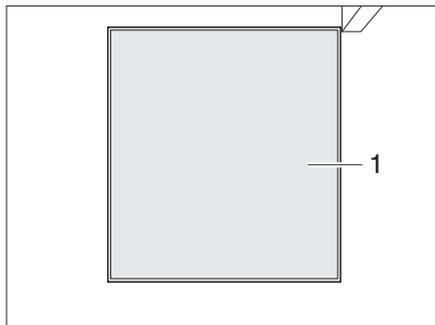

Bild 263 Zugang Fäkalientank, geschlossen
- Wenn der Zugang zum Fäkalientank (Kassette) (Bild 263,1) verschlossen ist: Toilettenraum herausziehen (siehe Abschnitt 11.7.1).